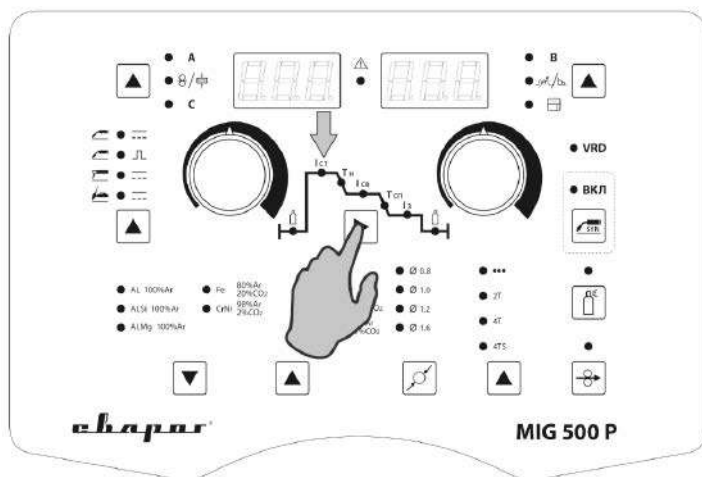
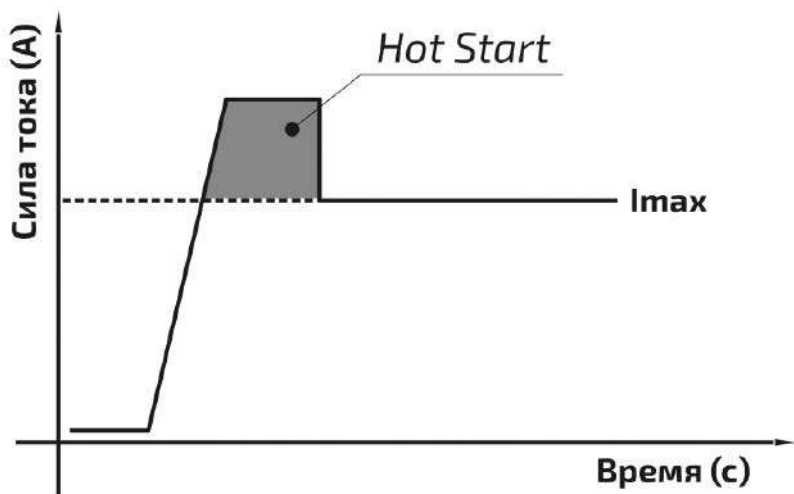

Рис. 10.1.3. Настройка Hot Start.
Рис. 11.1.1. Hot Start.
3. Установите значение Hot Start (см. рис. 10.1.3). Выбирается для лучшего поджига дуги в начале сварки (см. рис. 11.1.1). Значение силы тока Hot Start выбирается на циклограмме. С помощью кнопки (см. табл. 7.2.1, поз. 8) выберите параметр (см. табл. 7.2.1, поз. 2). Регулятором выставьте значение Hot Start на 20% больше от основного тока (см. табл. 7.0.2, поз. 2).
**Hot Start:** для обеспечения лучшего поджига дуги в начале сварки инвертор автоматически повышает сварочный ток. Это позволяет значительно облегчить начало сварочного процесса (см. рис. 11.1.1).